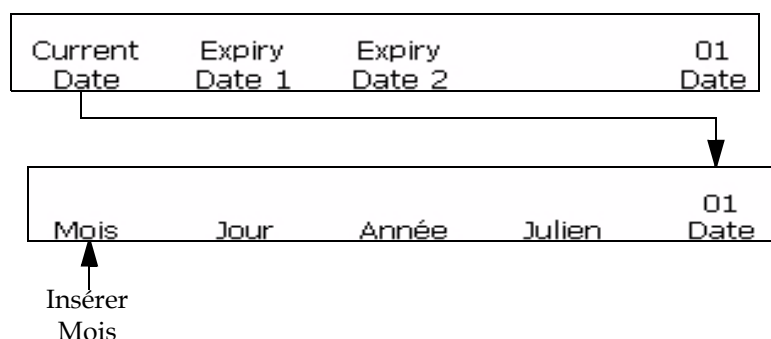

Figure 5-39: Fenêtre <01 En cours>
- 1 Commencer dans la Fenêtre <01 En cours> (01 Editer > 02 Editer - Insertions > 01 Insertion - Date > 01 Date - Dates en cours > 01 En cours). Voir Figure 5-39.